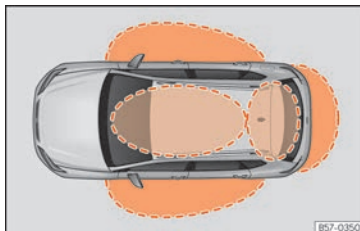
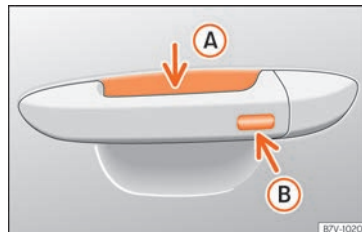

Fig. 74 Keyless Access : zones de proximité.
Fig. 75 Poignée de porte : surfaces sensibles.
» » fig. 75
Keyless Access est un système de fermeture et de démarrage sans clé qui permet de déverrouiller ou de verrouiller le véhicule sans utiliser activement sa clé. Pour ce faire, il suffit d'approcher l'une des clés du véhicule d'une zone de détection correspondant à la tentative d'accès au véhicule » » fig. 74 puis de toucher l'une des surfaces sensibles des poignées de porte » » fig. 75 ou d'actionner la *softtouch* ou la poignée du hayon arrière » » page 111 » » .
Si une clé valide se trouve dans une zone de proximité »» fig. 74, le système de fermeture et de démarrage sans clé Keyless Access accordera à cette clé les droits d'accès dès que vous toucherez l'une des surfaces sensibles des poignées de porte avant ou que vous actionnez le *softtouch* ou la poignée située dans le hayon arrière.
- Saisissez la poignée de l'une des portes avant. Lorsque vous touchez la surface sensible »» fig. 75 A (flèche) de la poignée de porte, le véhicule se déverrouille.
- Appuyez *une fois* sur la surface sensible de verrouillage »» fig. 75 B (flèche) de la poignée de porte de l'une des portes avant. La porte correspondante devra être fermée. »
- Appuyez *une fois* sur la surface sensible »» fig. 75 (B) (flèche) de la poignée de porte de l'une des portes avant. Le véhicule se verrouille avec le dispositif de sécurité Safe « Safe » »» page 105. La porte correspondante devra être fermée.
- Appuyez *deux fois* sur la surface sensible »» fig. 75 (B) (flèche) de la poignée de l'une des portes avant pour verrouiller le véhicule non équipé du système de sécurité « Safe » »» page 105.
Lorsque le véhicule est verrouillé, le hayon arrière se déverrouille lorsqu'il est ouvert si une clé valide du véhicule se trouve dans la zone de proximité »» fig. 74.
- Appuyez sur le bouton de verrouillage  de la radiocommande puis, dans les 5 secondes, touchez une fois la surface sensible de verrouillage de la poignée de la portière du conducteur »» fig. 75 (B). Ne saisissez pas la poignée de la portière sinon le véhicule ne se verrouillera pas. Il est également possible de procéder à la désactivation si le véhicule est verrouillé via la serrure de la porte du conducteur.
Pour **fermer à l'aide de la fonction confort** toutes les vitres électriques et le toit ouvrant, maintenez appuyé quelques secondes un doigt sur la surface sensible de verrouillage »» fig. 75 (B) (flèche) de la poignée de porte jusqu'à ce que les vitres et le toit se ferment.
Les surfaces sensibles des poignées de porte risquent d'être activées si elles reçoivent un jet d'eau ou de vapeur à haute pression si l'une de clés valides du véhicule se trouve dans la zone de proximité. Si au moins une glace à commande électrique est ouverte et que la surface sensible »» fig. 75 (B) (flèche) d'une des poignées est activée de manière permanente, toutes les glaces seront fermées.